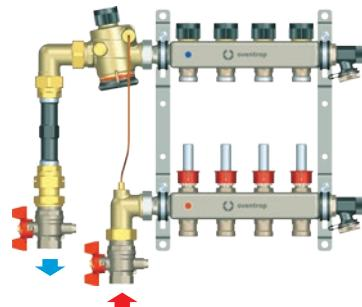
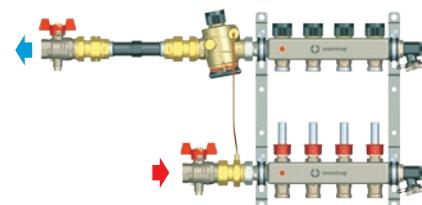

Abb. 5: Montagebeispiel Wärmemezähler-Anschluss-Set, Eckform
Abb. 6: Montagebeispiel Wärmemezähler-Anschluss-Set, Durchgangsform
Montagebeispiele siehe Abb. 5 auf Seite 12 bzw. Abb. 6 auf Seite 12.
1. Montieren Sie die Komponenten (bei Linksanschluss) wie in Abb. 5 auf Seite 12 bzw. Abb. 6 auf Seite 12 dargestellt. Verwenden Sie die beiliegenden Flachdichtungen.